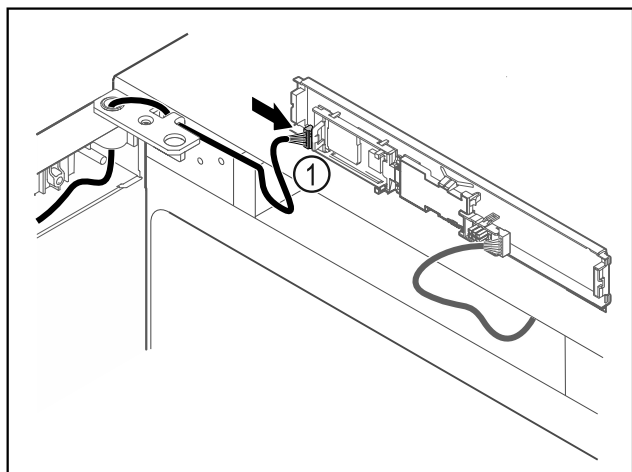

Fig. 65
- Brancher le connecteur Fig. 65 (1) sur la platine.